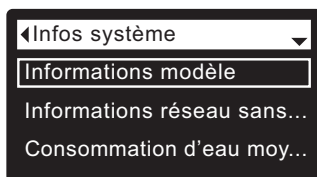

FIG. 63
3. Appuyez sur le sélecteur (O) pour afficher le menu des infos système (cf. Figure 63).
7. Après avoir pris connaissance des renseignements sur un écran, appuyez sur le sélecteur (O) : l'afficheur reviendra au menu des infos système (cf. Figure 63) (le retour sera automatique si vous n'enfoncéz aucun bouton pendant quatre minutes).